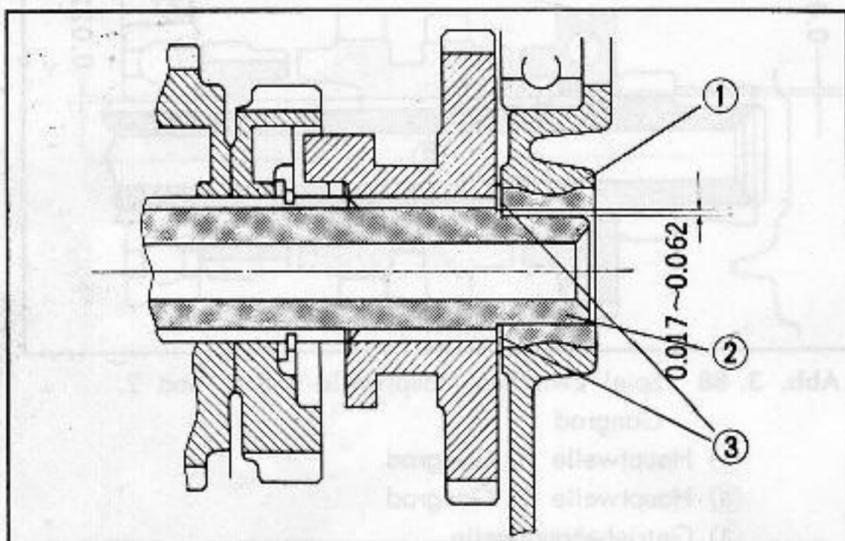

Abb. 3.91 Spiel zwischen Vorgelegewelle und rechtem Kurbelgehäuselager
(7) Rechtes Kurbelgehäuselager und Vorgelegewelle (Abb. 3.91)